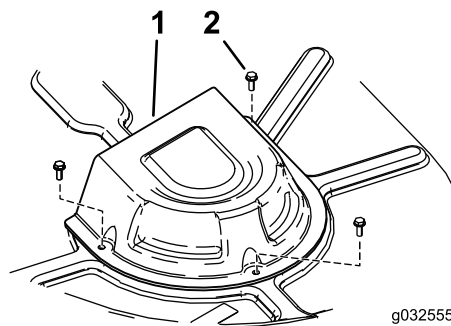

Рисунок 53
4. На машинах с деками 107 см снимите кожухи шкивов (Рисунок 53).